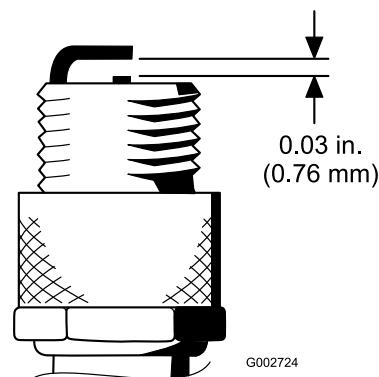

Figure 49
4. Réglez l'écartement entre les électrodes centrale et latérale à 0,76 mm (Figure 49).